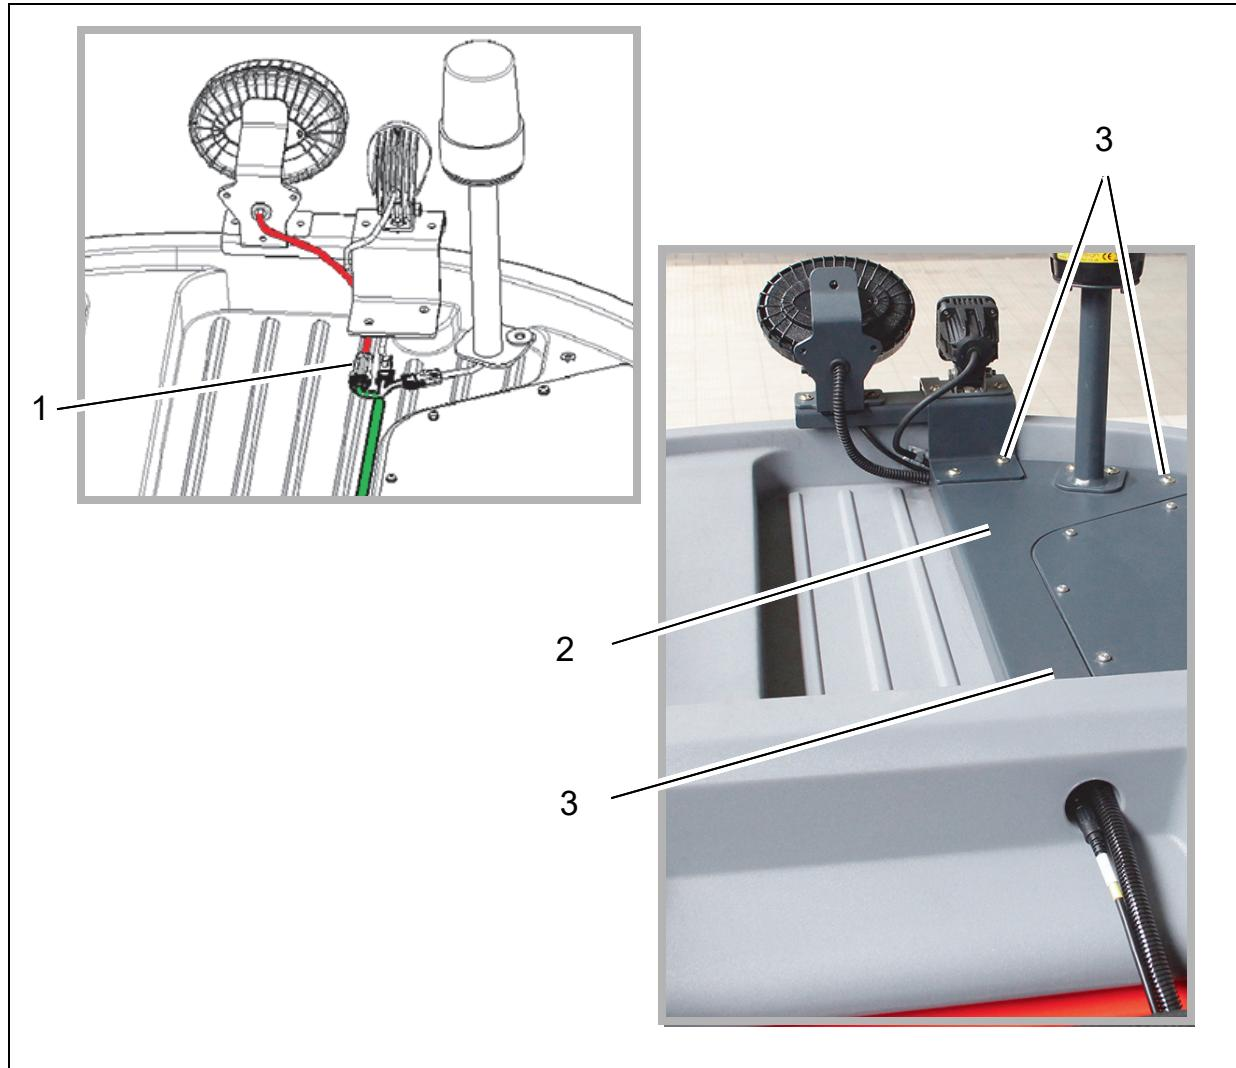

Abb. 6
1. Stecker E15 des Kabelbaums W74 mit Stecker des Blue Spots verbinden (Abb. 6/1).
2. Kabelbaum W74 mit Steckern mit dem vormontierten Abdeckblech abdecken (Abb. 6/2).
3. Abdeckblech mit drei Linsenflanschschrauben M6x12 (Abb. 6/3) auf dem Tankdeckel befestigen.